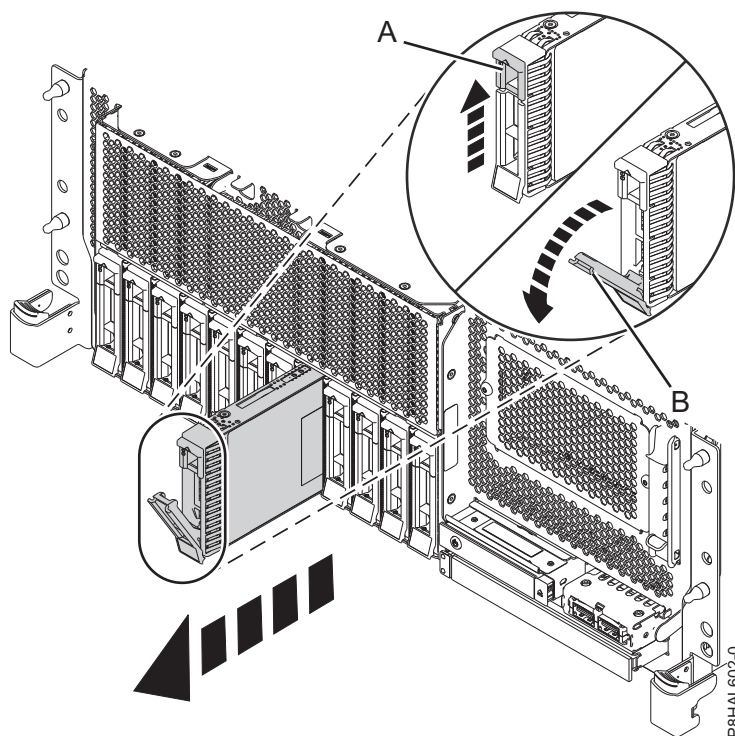

Figura 118. Remover uma unidade de disco de um sistema de função base montado em bastidor
3. Quando o LED de identificação piscar, desbloqueie a pega da unidade (**B**) premindo o trinco da pega (**A**) e puxando-a para fora, como é mostrado na Figura 118, Figura 119 na página 134, Figura 120 na página 135 e Figura 121 na página 136. Se a pega não estiver completamente fora, a unidade de disco de segunda geração não poderá deslizar para fora do sistema.